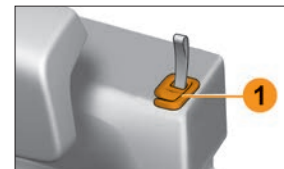

Рис. 2.2.4. Направляющая для фиксации ремня безопасности
- пропустите ремни безопасности боковых мест через направляющую скобу 1 (рис. 2.2.4);